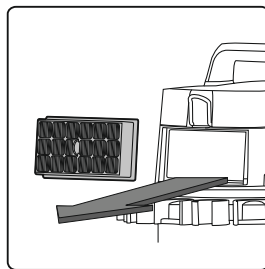

Рис. 21
- 2) Извлеките выходной фильтр из пылесоса и очистите его, слегка постукивая или счищая грязь. Для оптимальной работы рекомендуется регулярно заменять старый фильтр на новый (рис. 21).